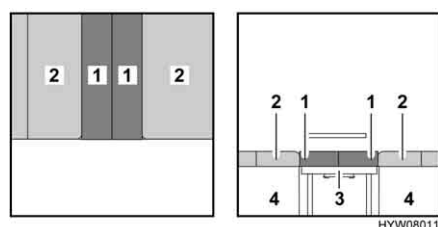

Fig. 93 Dopo la trasformazione
- Posizionare i due cuscini dello schienale (Fig. 93,1) al centro.